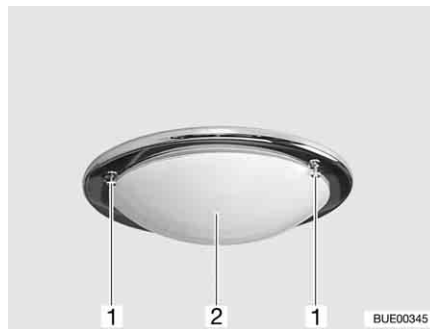

Bild 191 Deckenleuchte
- Schrauben (Bild 191,1) lösen und Glasabdeckung (Bild 191,2) vorsichtig abnehmen.